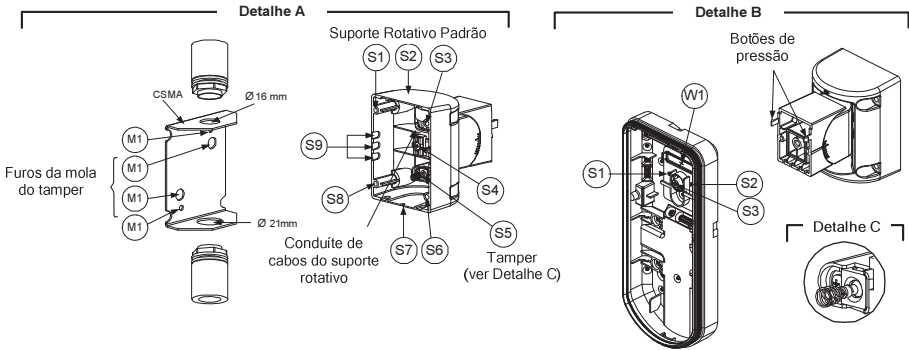

Figura 6
3. Abra os furos pré-marcados na base externa (Figura 6, Detalhe B)
4. No acessório do Suporte Padrão remova os furos pré-marcados de fiação S2, S7 ou S9 (Figura 6, Detalhe A).
5. Remova o tamper de parede da base interna (Veja o item: "Mudando a posição do tamper de parede") e conecte-o no S5 (Figura 6, Detalhe A) do Suporte Padrão.
- a. Insira o cabeamento externo através dos furos pré-marcados S2, S7 ou S9 e puxe-os (incluindo a fiação de tamper) Através da passagem de fiação do suporte padrão (Figura 6, Detalhe B).
## Montando o suporte com conduíte (usando o Adaptador Metálico do Suporte de Conduíte - AMSC, Figura 6, Detalhe A)
- Insira os cabos externos e os fios do tamper na passagem de fiação do Conduíte (Figura 6, Detalhe A).
- Insira os fios do tamper e os cabos externos através do furo pré-marcado W1 do Suporte Padrão na base externa (Figura 6, Detalhe B).